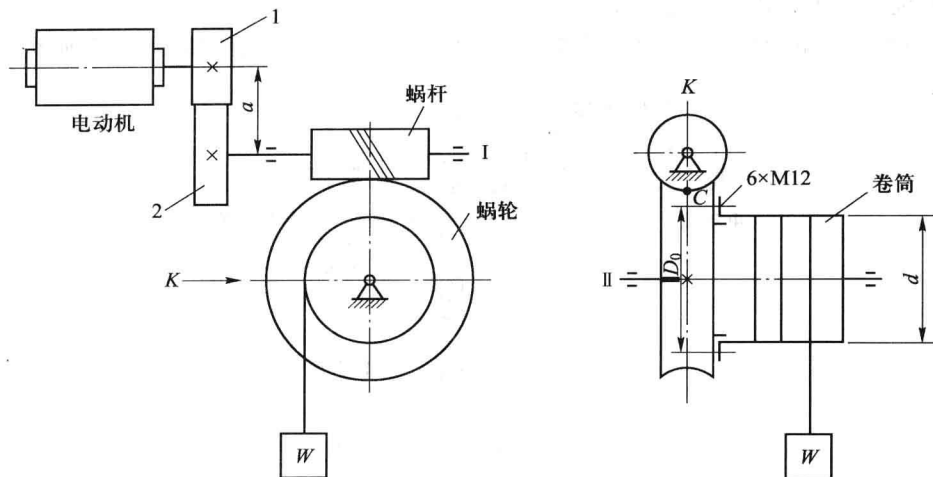

图 15.6
(1) 传动系统方案:电动机→齿轮传动→蜗杆传动→卷筒(与蜗轮用螺栓连接固连在一起)。其传动简图如图 15.6 所示。